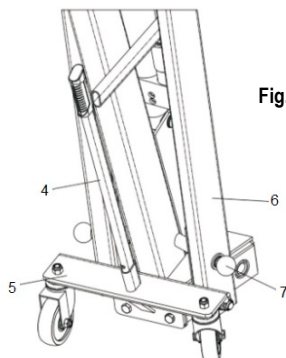

Fig. 8
4. Regolazione del braccio: premere la leva del cambio, spingere e tirare l'asta di allungamento del gancio fino alla portata desiderata (fig. 8).